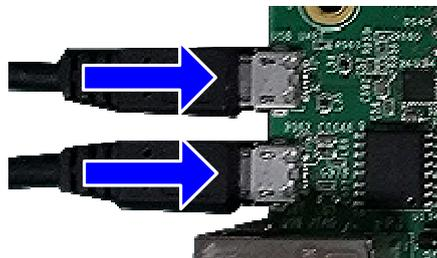

図 3-1:USB ケーブルの接続
- 1) 図 3-1 に示すように FPGA 評価キット付属のマイクロ USB ケーブル 2 本を JTAG および UART 通信用として FPGA ボードと PC 間に接続し、さらに FPGA ボードの電源を接続します。